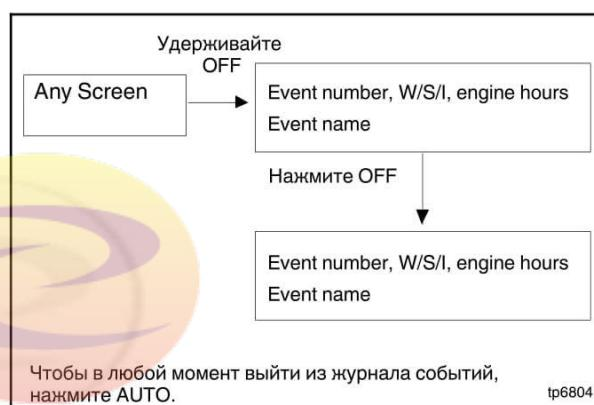

Рис. 4-7 Журнал событий
Журнал событий выводит на экран до 10 сбоев и уведомлений контроллера, начиная с самого последнего события. События нумеруются от 1 до 10, 1 — самое последнее событие. Для каждого события выводятся дата, время, номер, код события — предупреждение (W), отключение (S) или информационное уведомление (I), — моточасы в момент события и описание события. См. Рис. 4-7.